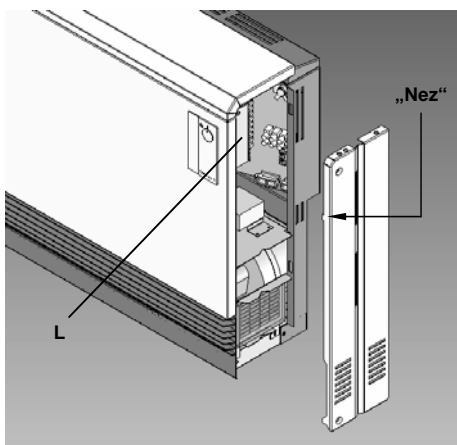

fig.18 „Nez“ de la paroi dans la plaque du thermostat
**Attention:** Veillez à ce que le „nez“ situé en haut de la partie latérale droite s'insère dans la plaque du thermostat (L) quand vous la revissez (fig.18).